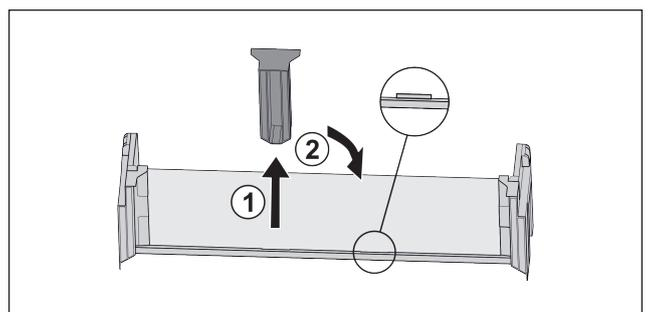

Fig. 114
- ▶ Estrarre l'elemento di supporto centrale Fig. 114 (1).
- ▶ Inserire l'elemento di supporto centrale sulla seconda posizione Fig. 114 (2).